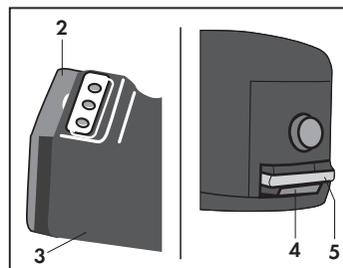

Fig. 8
- Chiudere lo sportello (2) contro il fianco dell'attacco rapido (3) assicurandosi che i due particolari (4 -5) si aggancino (**Fig. 8**)